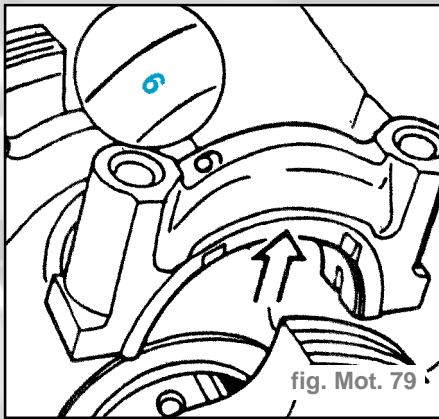

fig. Mot. 79
- Poser les chapeaux de palier 1 à 7 de sorte que les rainures de guidage des demi-coussinets se trouvent du même côté (fig. Mot. 79).
- Les demi-coussinets de butée se montent au palier (6) (fig. Mot. 79).